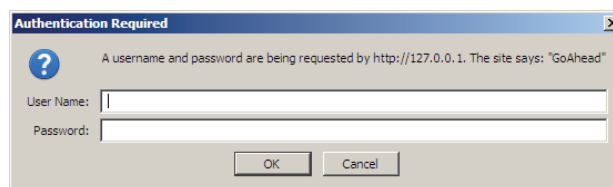

Abb. 36.7: Anmeldebildschirm
- 4 Klicken Sie auf die Schaltfläche *Continue* (weiter), um auf die webbasierte Benutzeroberfläche zugreifen zu können. Es wird ein Bildschirm angezeigt, der Abb. 36.7 gleicht.